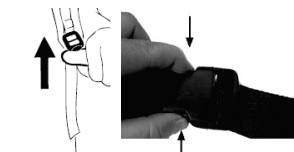

Fig. 24
- În caz de urgență, aruncați rapid aparatul din spatele dvs. astfel: Apăsați pe două capete ale cuplelor rapide și desfaceți curea (Fig. 24).